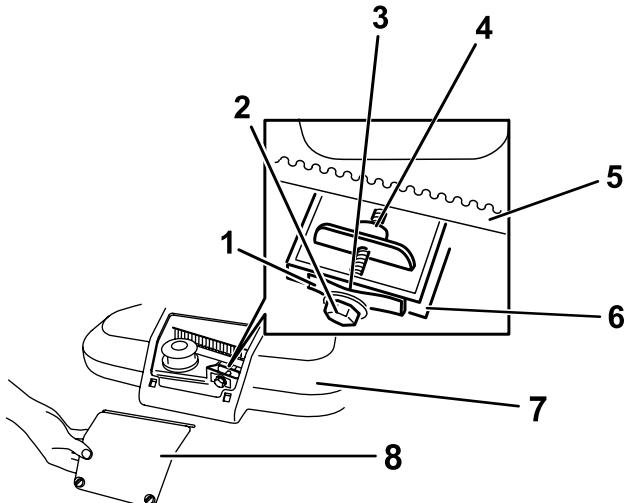

Bild 36
1. Lösen Sie die beiden Vierteldrehschrauben an der Zugangsplatte für die Riemenabdeckung und nehmen Sie die Platte ab (Bild 36).